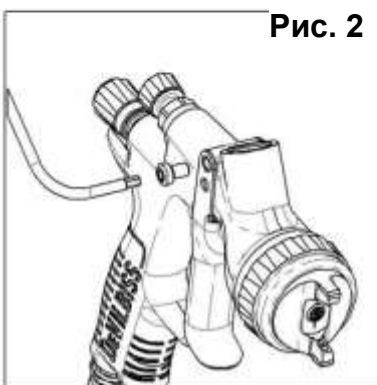

Рис. 2
1. Удалите винт пускового устройства (38) с помощью инструмента Torx (55) или ключа Torx T20. (См. рис. 2).